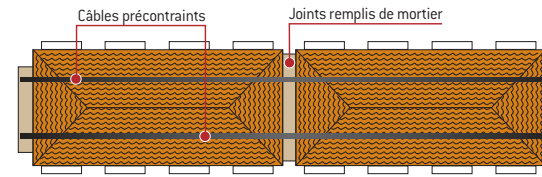

Figure 5. Solidarisation de 2 bâtiments par brêlage de câbles précontraints (vue en plan)
- Solidarisation de deux blocs de bâtiment lorsqu'il est impossible de réaliser un joint de désolidarisation (fig. 5).